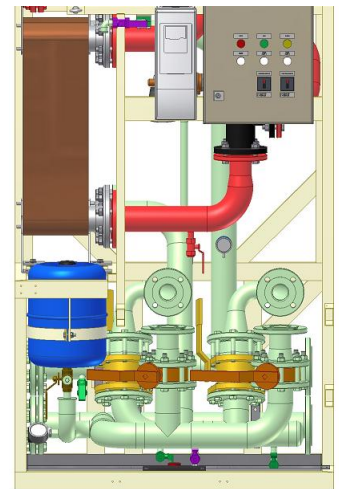

Рис. 5.1-10
- Краны V161–V162 открыты (фиолетовый цвет на рис. 5.1-10)
- Кран V160 рычаг вниз (коричневый цвет на рис. 5.1-10)
- Краны с V140 по V141 закрыты (желтый цвет на рис. 5.1-10)
- Краны V142–V143 открыты (оранжевый цвет на рис. 5.1-10)
- Краны V230–V232 закрыты (желтый цвет на рис. 5.1-10)